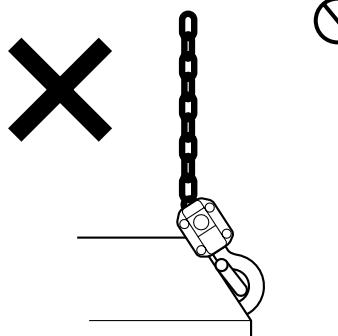
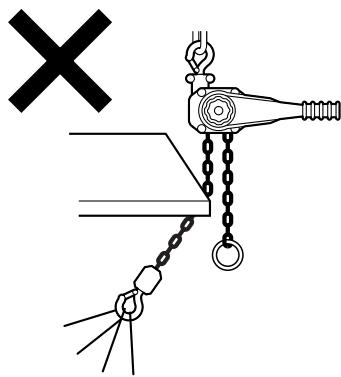

図6
図7
- (15) フックの先端で絶対に荷をつってはいけません。図6
- (16) フックや本体を支点にして使用しないでください。
- (17) 上下フックに損傷や変形がある物は使用しないでください。
- (18) ロードチェーンが変形したり傷付いたレバーホイストは絶対に使用しないでください。
- (19) ロードチェーンを鉄板等の角に当てて操作しないでください。図7